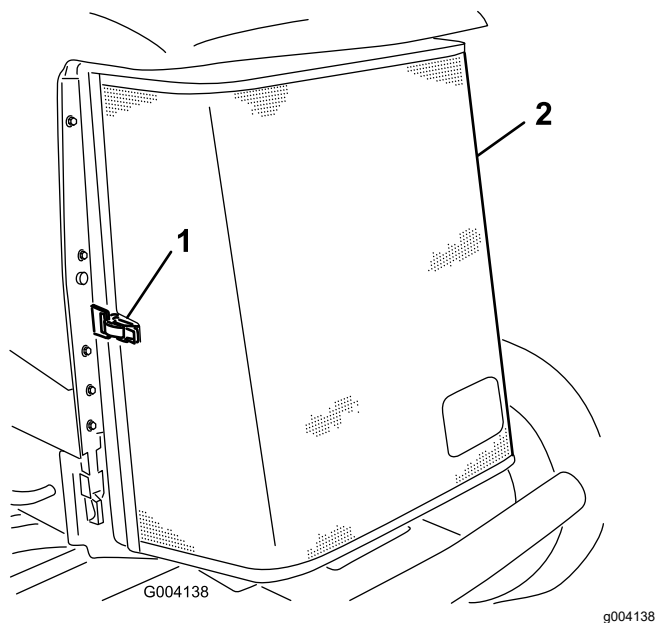

Figure 105
5. Déverrouillez la grille arrière et faites-la pivoter pour l'ouvrir (Figure 105).